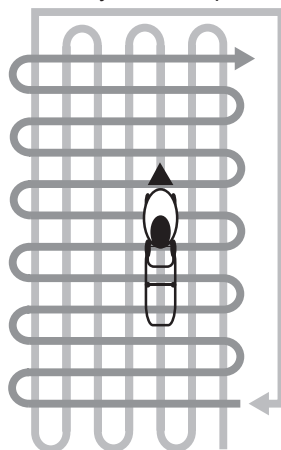

Рис. 17 Схема кошения высокой и/или загущенной травы
6. При кошении в тяжелых условиях (п. 3,4) рекомендуется двигаться медленнее или проводить повторный покос с меньшей высотой кошения. На Рис. 17 представлена схема движения газонокосилки при кошении высокой и/или загущенной травы.